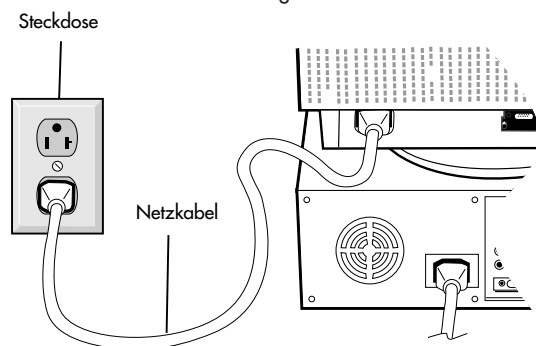

Abbildung C.1
5. Schließen Sie ein Ende des Netzkabels an den MultiSync Monitor der Serie A an und stecken Sie das andere Ende in die Steckdose (Abbildung C.1).